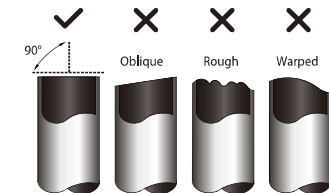

Fig. 5.1
- Asegúrese que la tubería está cortada a un ángulo de 90°. De referencia a Fig. 5.1 para ejemplos de malas cortadas.